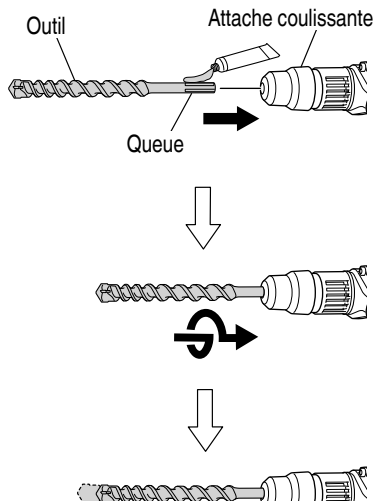

Fig. 15
- (1) Nettoyer, puis graisser la queue de l'outil avec la graisse fournie à cet effet en tube.
- (2) Pour fixer l'outil (tige SDS max), l'insérer dans l'orifice jusqu'à ce qu'il touche l'extrémité intérieure de l'orifice comme indiqué sur la Fig. 15.